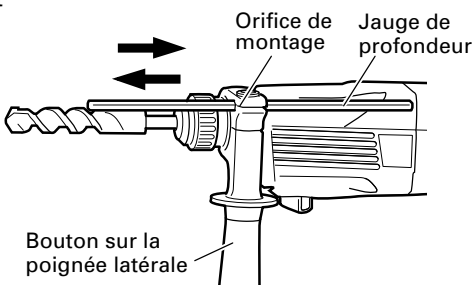

Fig. 14
7. Utilisation de la quenouille (Fig. 14)